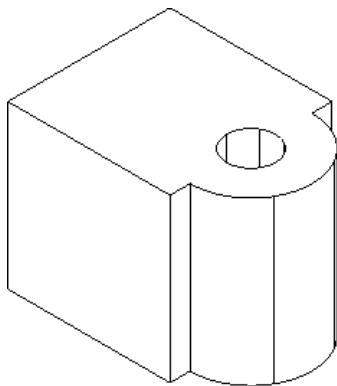

图 7-85 移除实体表面实例
- 01 在“文件”工具栏中单击“打开文件”按钮，打开如图 7-85 所示的图形。